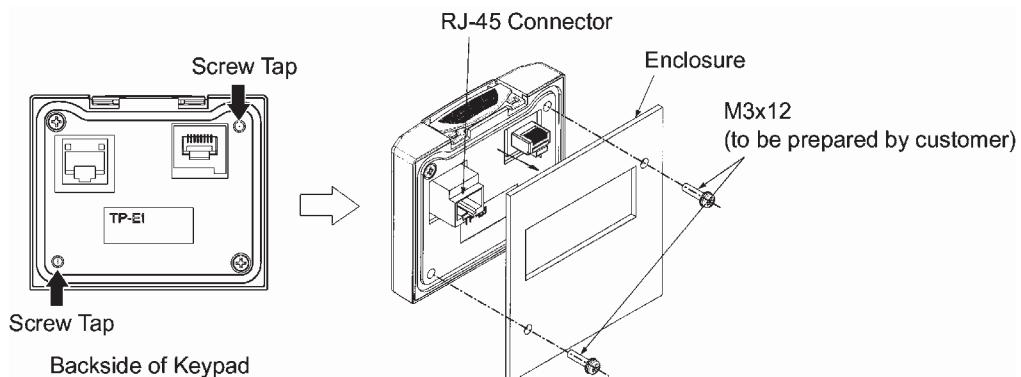

Рисунок 2.34 Установка панели оператора на дверце
(Изображено на рис. 2.34.)
- (3) Подготовьте в соответствии с прилагаемым рисунком место установки панели оператора.
(4) Для установки панели оператора на дверце закрепите ее винтами M3, подобрав их по длине (см рис. 2.34, расположенный ниже).